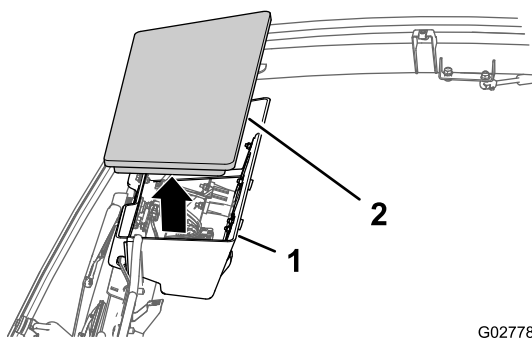

Figura 14
3. Rimuovete il tappo dalla consolle sovrastante (Figura 14).